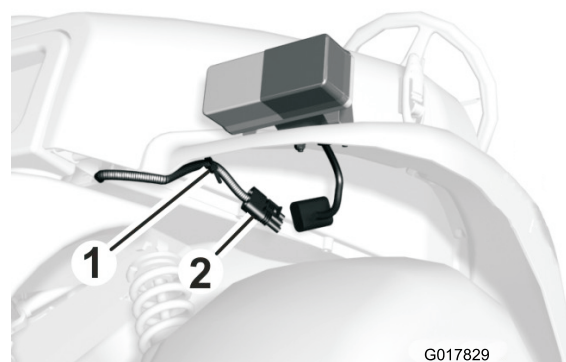

Рисунок 7
3. Проложите этот разъем под передним крылом и прикрепите разъем к нижней стороне крыла с помощью пластмассового фиксатора на пучке (Рисунок 7)